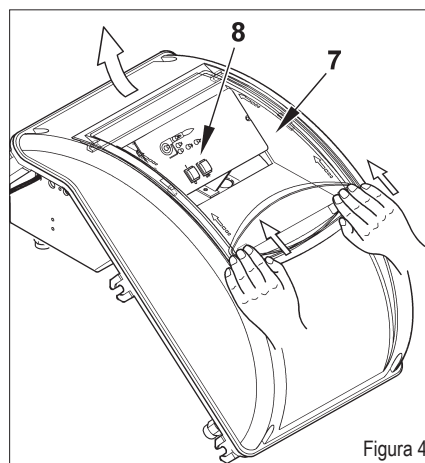

Figura 4
- 4) Per richiudere il coperchio del quadro elettrico, avvitare le 4 viti (1) esercitando una coppia di serraggio di circa 5 Nm per assicurare la corretta tenuta. A questo punto, per accedere al pannello comandi (8), sganciare lo sportellino trasparente (7), esercitando una leggera pressione con le mani nella direzione delle frecce di figura 4, farlo scorrere per un breve tratto e separarlo dal copecchio.